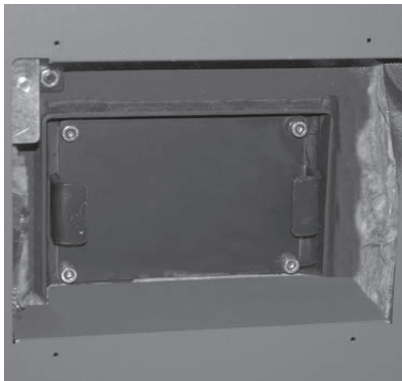
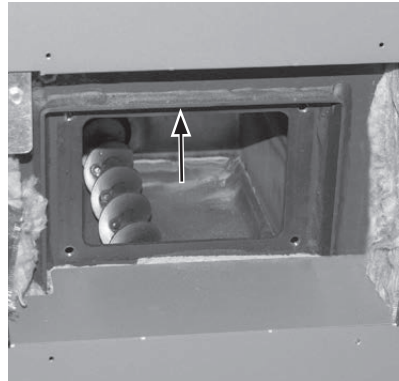

Fig. 74 Gebläserad reinigen Deckel bei Kesselwand lösen
Fig. 75 Ascheraum aussaugen, Lambdasonde innen über Reinigungsöffnung reinigen
- ▶ Verkleidungsabdeckung bei rechter Seitenwand abschrauben (4 Blechschrauben), Isolierung herausnehmen, Deckel bei Kesselwand lösen – Fig. 74. Deckel entfernen und Ascheraum aussaugen – Fig. 75.
- ▶ Lambdasonde über der Reinigungsöffnung bei Ascheraum unter Nachheizflächen reinigen – Fig. 75.